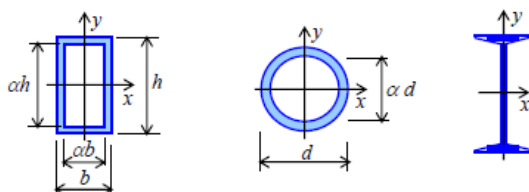

Рис. 3
2) подобрать коробчатое ($h = 2b$, $\alpha = 0,8$), кольцевое ($\alpha = 0,8$) и двутавровое поперечные сечения (рис. 3) при